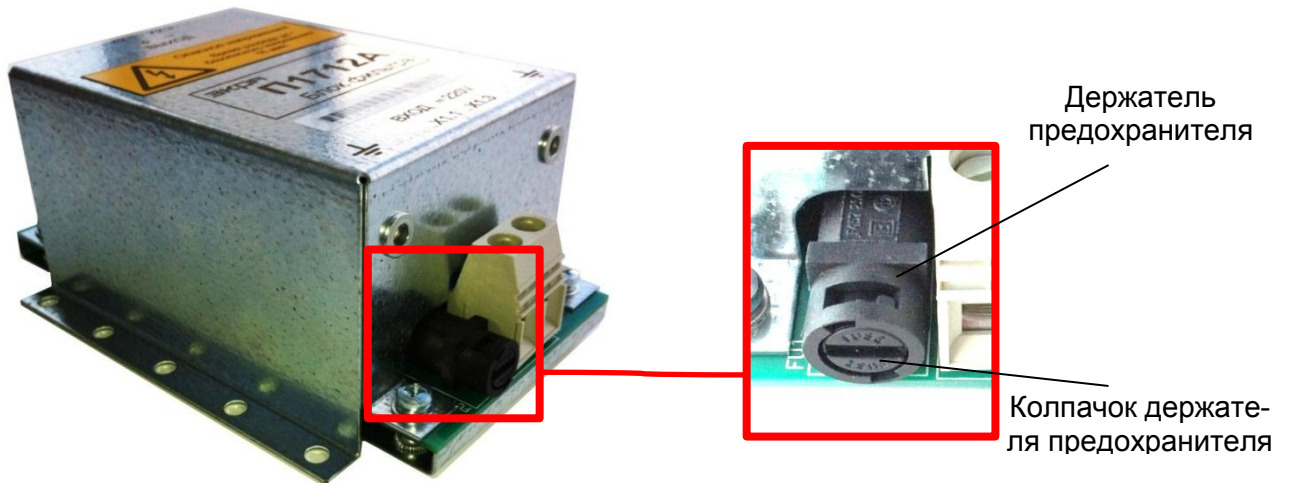

Рисунок 31 – Внешний вид блока фильтра
5.5.1 Блок фильтра типа П171(А) обычно расположен в нижней части плиты шкафа, но, из-за сильной загруженности по составу, блок фильтра может располагаться и в верхней части шкафа. Предохранитель устанавливается в держатель, расположенный внизу с внешней стороны блока (см. рисунок 31).